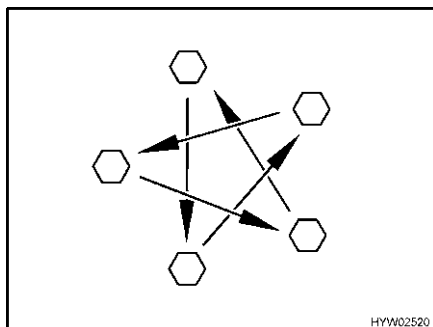

Bild 209 Dra åt hjulmuttrarna eller hjulbultarna korsvis
- Kontrollera regelbundet att hjulmuttrarna eller hjulbultarna är ordentligt åtdragna. Om du har bytt däck ska hjulmuttrarna eller hjulbultarna dras åt korsvis efter 5 mils körning (Bild 209). Åtdragningsmoment se avsnitt 13.5.2.
- ▷ Dra åt hjulmuttrarna eller hjulbultarna korsvis (Bild 209).